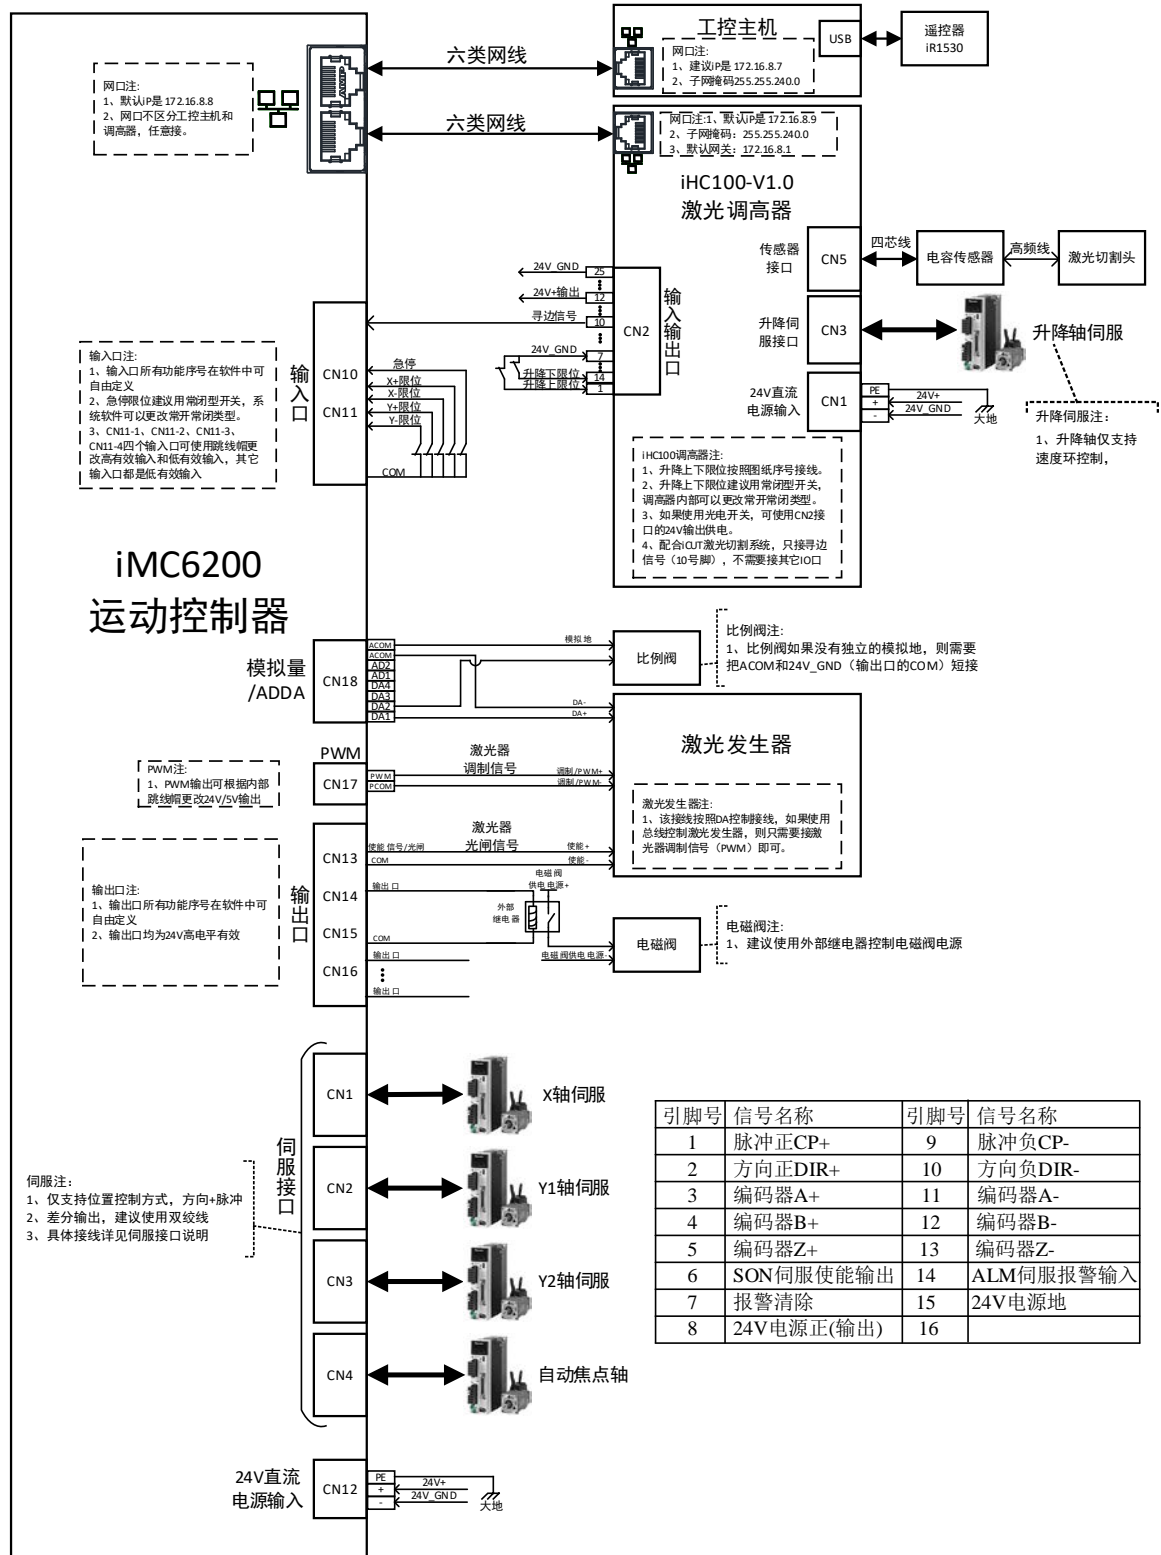

图 2.29 F8200W 和 iHC100 系统总接线图
2.3.1 F8200W 和 iHC100 的总接线图如图 2.29 所示。